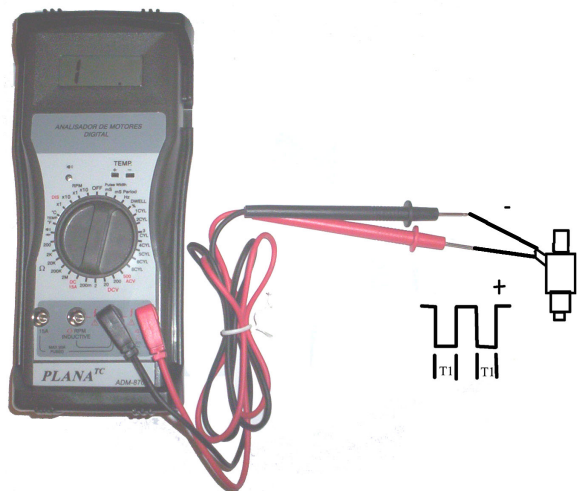

Fig.17
- Pegue o cabo de testes do **ADM-8700** e conecte a garra vermelha e a preta conforme indicado na fig.17;